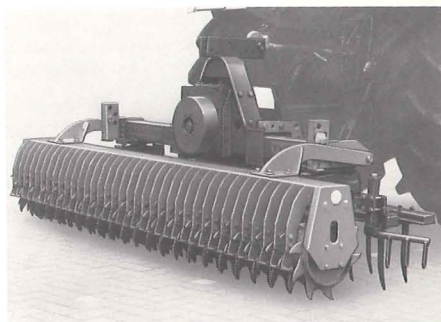

Fig. 18
4.2 AMAZONE-pakvalse, udvendig diameter 420 mm eller 500 mm, med højdeindstilling og skraber (se afsnit 3.4 og fig. 18).